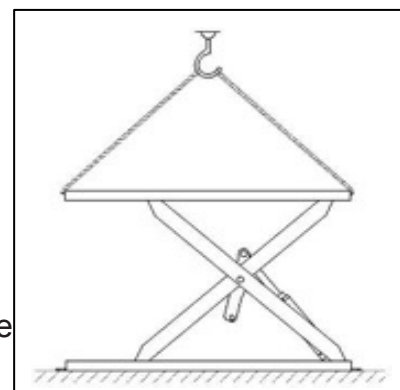

Figura 13
- Use carro de forquilha ou outros equipamentos de elevação para levantar a plataforma (Figura 13) e verifique se o equipamento de segurança da máquina está ligado e travado.